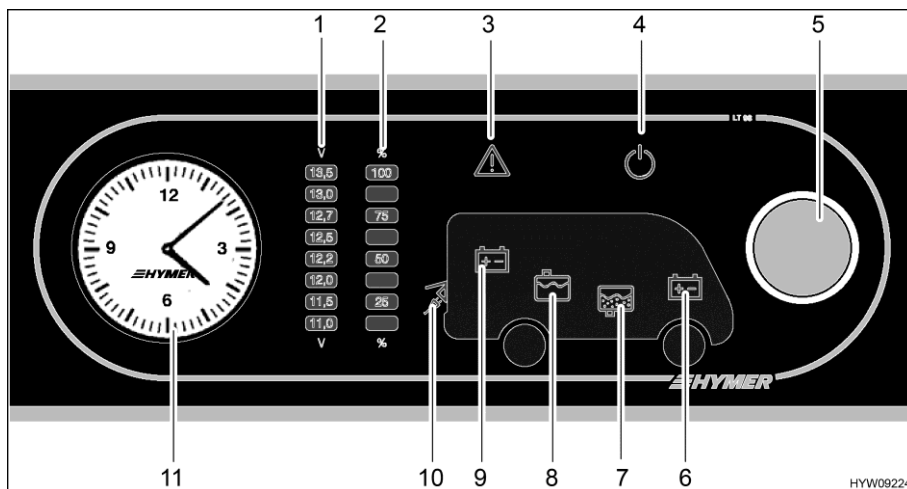

Fig. 130 Pannello di controllo (LT 98)
Il pulsante a rotazione (Fig. 130,5) inserisce o disinserisce il pannello di controllo e l'alimentazione a 12 V dell'abitacolo.
Accensione: ■ Premere il pulsante a rotazione (Fig. 130,5): L'alimentazione a 12 V dell'abitacolo è inserita. La spia di controllo a 12 V (Fig. 130,4) diventa verde.
Spegnimento: ■ Premere il pulsante a rotazione (Fig. 130,5): L'alimentazione a 12 V dell'abitacolo è disinserita. La spia di controllo a 12 V (Fig. 130,4) si spegne.
Mediante il pulsante a rotazione (Fig. 130,5) si possono interrogare sia la tensione della batteria dell'abitacolo che la tensione della batteria di avviamento. La tensione viene visualizzata sulla scala indicatore per la tensione della batteria (Fig. 130,1).
- Ruotare il pulsante a rotazione (Fig. 130,5), finché si accende il simbolo della batteria della quale deve essere interrogata la tensione.
Viene indicata la tensione della batteria dell'abitacolo (Fig. 130,9)
Viene indicata la tensione della batteria di avviamento (Fig. 130,6)
- Leggere la tensione sulla scala indicatore della tensione della batteria (Fig. 130,1).
Mediante il pulsante a rotazione (Fig. 130,5) si possono interrogare sia il livello del serbatoio dell'acqua che il livello del serbatoio delle acque grigie. Il livello viene visualizzato sulla scala indicatore livello dei serbatoi (Fig. 130,2).
- Ruotare il pulsante a rotazione (Fig. 130,5), finché si accende il simbolo del serbatoio del quale deve essere interrogato il livello.
Viene indicato il livello del serbatoio dell'acqua (Fig. 130,8)
Viene indicato il livello del serbatoio delle acque grigie (Fig. 130,7)
- Leggere il livello sulla scala indicatore del livello serbatoio (Fig. 130,2).
La spia luminosa Alarm (Fig. 130,3) lampeggia non appena i valori limite fissati vengono superati per eccesso o per difetto.
La spia luminosa Alarm (Fig. 130,3) lampeggia non appena la tensione della batteria scende al di sotto di 11 V. Se l'alimentazione a 12 V è accesa, si accende anche il relativo simbolo della batteria (Fig. 130,6 o 9), e l'indicatore "11,0" sulla scala indicatore della tensione della batteria (Fig. 130,1) lampeggia. Rischio di uno scaricamento totale della batteria.
La spia luminosa Alarm (Fig. 130,3) lampeggia ed il relativo simbolo del serbatoio (Fig. 130,7 o 8) si accende non appena il serbatoio dell'acqua è vuoto o il serbatoio delle acque grigie è pieno.
La spia di controllo a 230 V (Fig. 130,10) si accende quando all'ingresso della centralina elettrica è presente una tensione di rete.